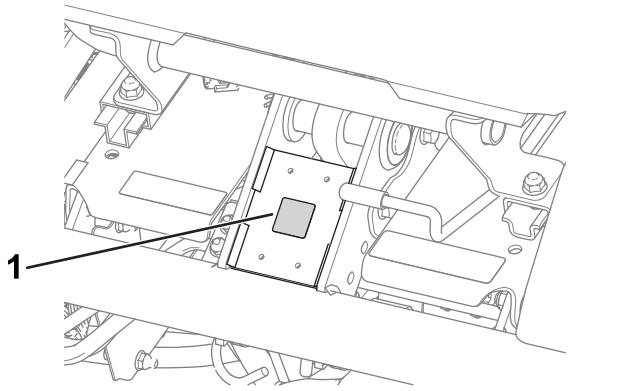

Bild 15
- Bringen Sie den CE-Kennzeichnungsaufkleber am Rahmen unter der Vorderseite des Sitzes an (Bild 15).